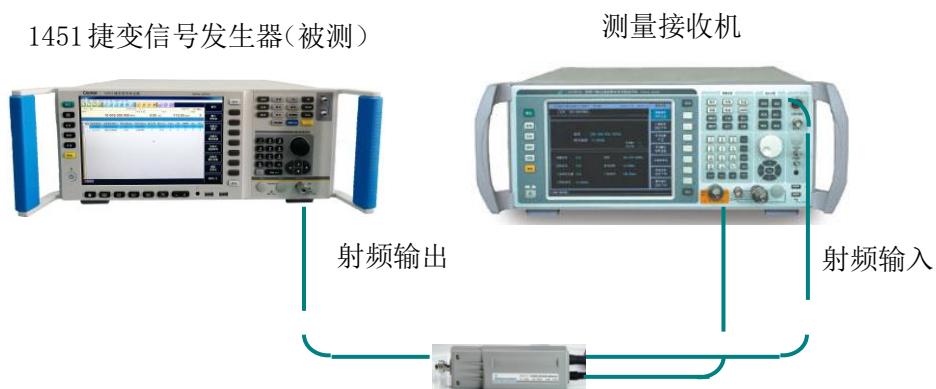

图6.6 最大输出功率、最小输出功率和功率准确度等测试
测试框图：见图 6.6
- 1) 如图 6.6 连接设备，开机预热至少 30min。
1)如图 6.6 连接设备，开机预热至少 30min。